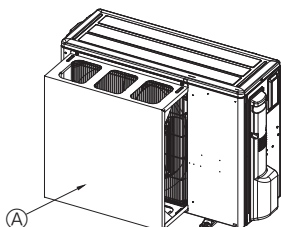

Fig. 2-5
- ② Құрылғы тайфун, т. б. сияқты қатты желдердің салдарынан тікелей ауа өткізгішке кіріп кетуі мүмкін орынға орнатылған болса, қосымша ауа қорғаныс бағыттаушысын орнатыңыз. (Fig. 2-5)